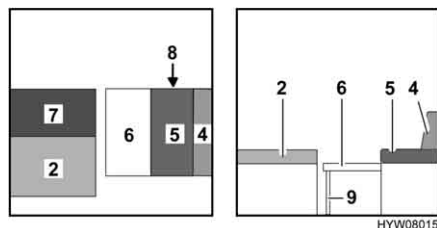

Fig. 105 Durante la trasformazione
- Posizionare il cuscino aggiuntivo (Fig. 105,7) sul tavolo.
- Sbloccare (Fig. 105,8) la prolunga del cassone letto (Fig. 105,6) ed estrarla fino all'arresto.
- Tirare leggermente verso l'esterno il piede di sostegno (Fig. 105,9) sulla prolunga del cassone letto e aprirlo.